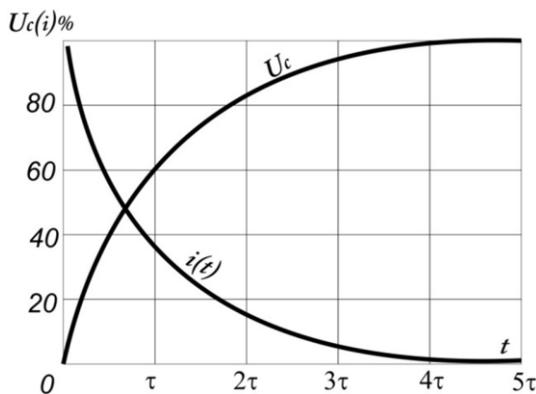

Рис. 2. График изменения тока и напряжения на зажимах конденсатора при его заряде
- при заряде определяется следующей формулой: $U_c = U_0(1 - e^{-t/\tau})$ – **увеличивается по экспоненте**, (рис. 2),